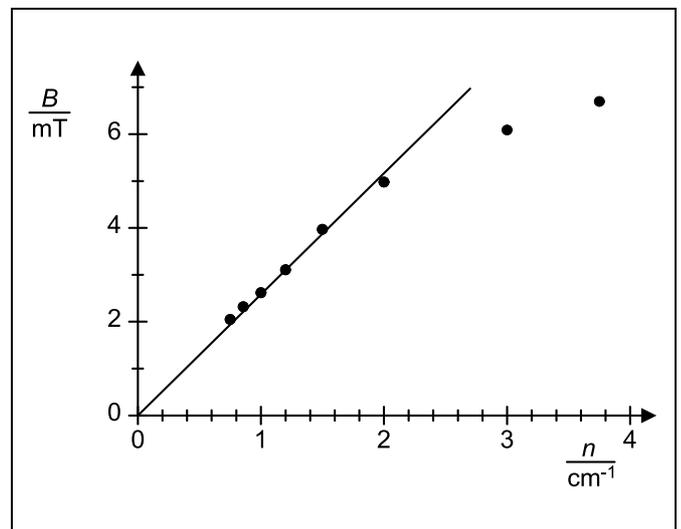

Fig. 4 Magnetfeld  $B$  im Zentrum der Luftspule in Abhängigkeit von der Windungsdichte  $n$
Fig. 4 zeigt die Abhängigkeit des Magnetfeldes von der Windungsdichte  $n = \frac{N}{L}$ . Für  $n < 3 \text{ cm}^{-1}$  stimmen die aus Tab. 2 entnommenen Messwerte gut mit der eingezeichneten Ursprungsgeraden überein. Die Abweichung für große Windungsdichten  $n$  bzw. kleine Längen  $L$  ist leicht zu erklären, da Gl. (II) für lange Spulen berechnet wurde.